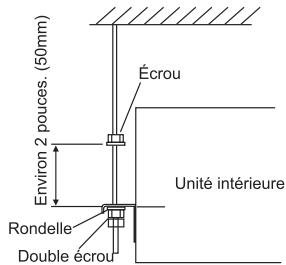

Fig. 3.5 Boulons de suspension et écrous
(1) Comment attacher les boulons de suspension et les écrous comme illustrés sur les figures 3.5, les écrous sont fixés avec 4 boulons.